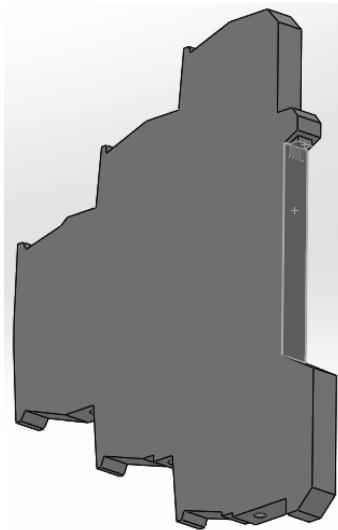

图 2-5 配合导轨
**步骤12 配合导轨** 单击【创建 TREWRAIL35 配合型号】，应用如图 2-5 显示的【顶面】与【正面】的配合。